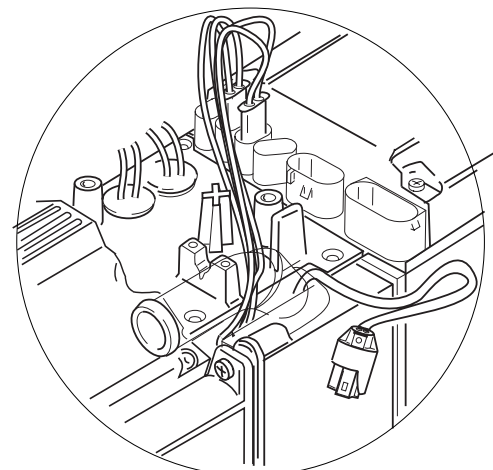

Abb. 809 Wechsel des Brenneinsatzes (Seite 2 von 2)
9. Zentraldeckel (2) mit Senkschrauben (1) befestigen. Dabei Magnetventil-Kabel Richtung Kühlmittelaustrittsstutzen entsprechend Abb. 809 ziehen.